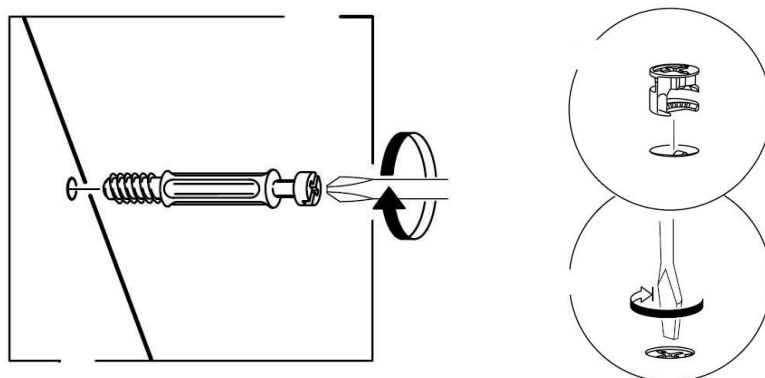

Рис. 1
1. В боковые стенки (130), (131), нижний щит (133), планки горизонтальные (134), заднюю планку (135) в имеющиеся отверстия установить эксцентрики Rastex 15\16, таким образом, чтобы стрелка была повернута в сторону отверстия в торце.
2. В установленные муфты эксцентриковых стяжек на боковых стенках (130), (131), крышке (132) ввернуть дюбели DU644, в соседние отверстия установить шканты (рис.1 и схема сборки).